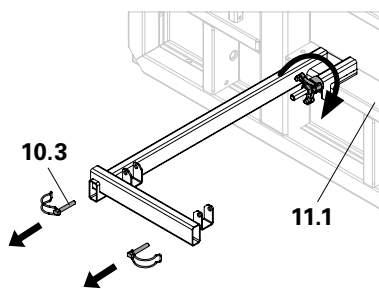
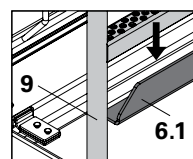

Fig. A9.02
Fig. A9.03a
2. Placer la fixation d'échelle MXK sur le contreventement d'élément (11.1.), le tendeur (10.2) s'engage dans un trou de raccordement. (Fig. A9.02)
3. Fixer l'écrou à trois oreilles (10.2) à l'aide d'un marteau. (Fig. A9.02)
4. Enlever la goupille rabattable (10.3) de l'entretoise d'échelle. (Fig. A9.02)
5. Accrocher l'échelle MXP 270 (8) en haut à l'équerre d'accrochage (6.1) de l'accès et parallèlement, en bas, dans l'équerre de réception (10.1) de la fixation d'échelle MXK (10).
- Accrocher l'échelle en haut (Fig. A9.03a + A9.03b)